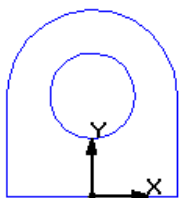

Рис. 20. Эскиз 1 для полки.
3. Используя инструменты **Геометрические построения**, создайте эскиз 1, привязавшись к началу координат (рис. 20).